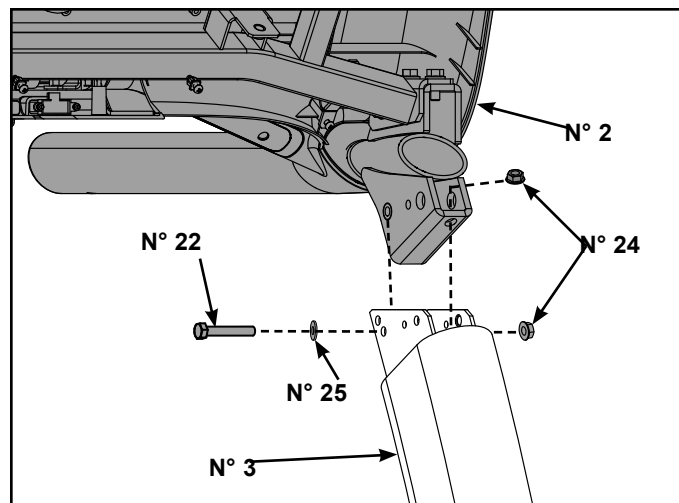

Figure 4
- A. Repérez l'assemblage de la console (n° 2), le boulon 5/16 - 18 x 2,25 po à tête hexagonale (n° 22), la rondelle (n° 25) et deux écrous (n° 24). Reportez-vous à la figure 4.
- B. Mettez la console (n° 2) en place, sur le montant gauche (n° 3). Reportez-vous à la figure 4.
- C. À l'aide de la clé polygonale de 1/2 po, serrez partiellement le boulon de 5/16-18 x 2,25 po à tête hexagonale (n° 22), la rondelle (n° 25) et les deux écrous (n° 24). Reportez-vous à la figure 4.
- E. À l'aide d'une clé polygonale de 1/2 po, serrez complètement les deux boulons de 5/16 - 18 x 2,25 po à tête hexagonale (n° 22) et les quatre écrous (n° 24) fixant la console aux montants. Reportez-vous à la figure 4.